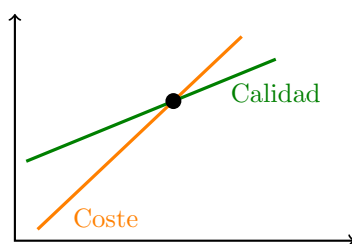

Figura 3.18: Análisis marginal calidad—costes
- **Análisis del coste de la calidad:** El grado óptimo de calidad se alcanza cuando el beneficio incremental de las mejoras, iguala al coste en que se incurre (Figura 3.18). El cruce entre ambas líneas sería el punto óptimo, puesto que llega un momento en el que por mucho que se mejore o intente mejorar la calidad dentro del proyecto, el beneficio que se obtiene es inferior frente al coste que implica. Por tanto, llegado ese punto se debe dejar de establecer el proceso de calidad y no seguir ampliándolo, porque es contraproducente para el propio proyecto.